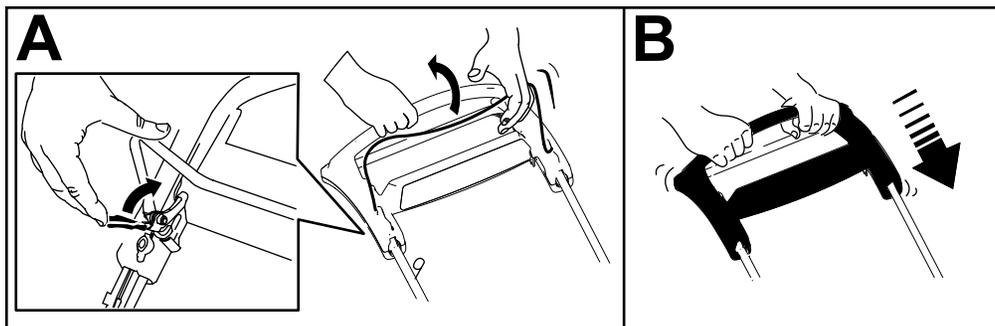

Figure 16
1. Tirez le verrou de la barre de commande en arrière (A de Figure 16).
2. Serrez la barre de commande de la lame contre le guidon (A de la Figure 16).
3. Maintenez la barre de commande de la lame contre le guidon et utilisez l'autopropulsion (B de la Figure 16).